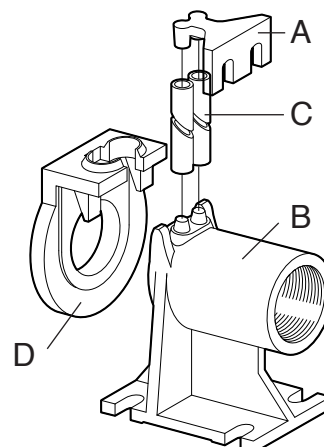

Fig. 7 Piede d'accoppiamento
- Fissare la staffa di ancoraggio tubi (fig. 7 - pos. A) di guida al bordo della vasca.
- Posizionare sul fondo del pozzetto il piede di sostegno per l'accoppiamento automatico (fig. 7 - pos. B) e controllare, tramite un filo a piombo, che le sporgenze coniche per l'innesto dei tubi guida siano perfettamente perpendicolari alle corrispondenti sporgenze della staffa di ancoraggio del bordo vasca. Verificarne anche la planarità a mezzo di una livella a bolla d'aria.
- Contrassegnare la posizione delle asole presenti sul piede di sostegno, quindi rilevare l'esatta lunghezza dei tubi di guida (fig. 7 - pos. C).
- Montare la flangia speciale (fig. 7 - pos. D) a slitta e guida sulla bocca di mandata della pompa e agganciare la fune o catena alla maniglia o asola sulla parte superiore del corpo.